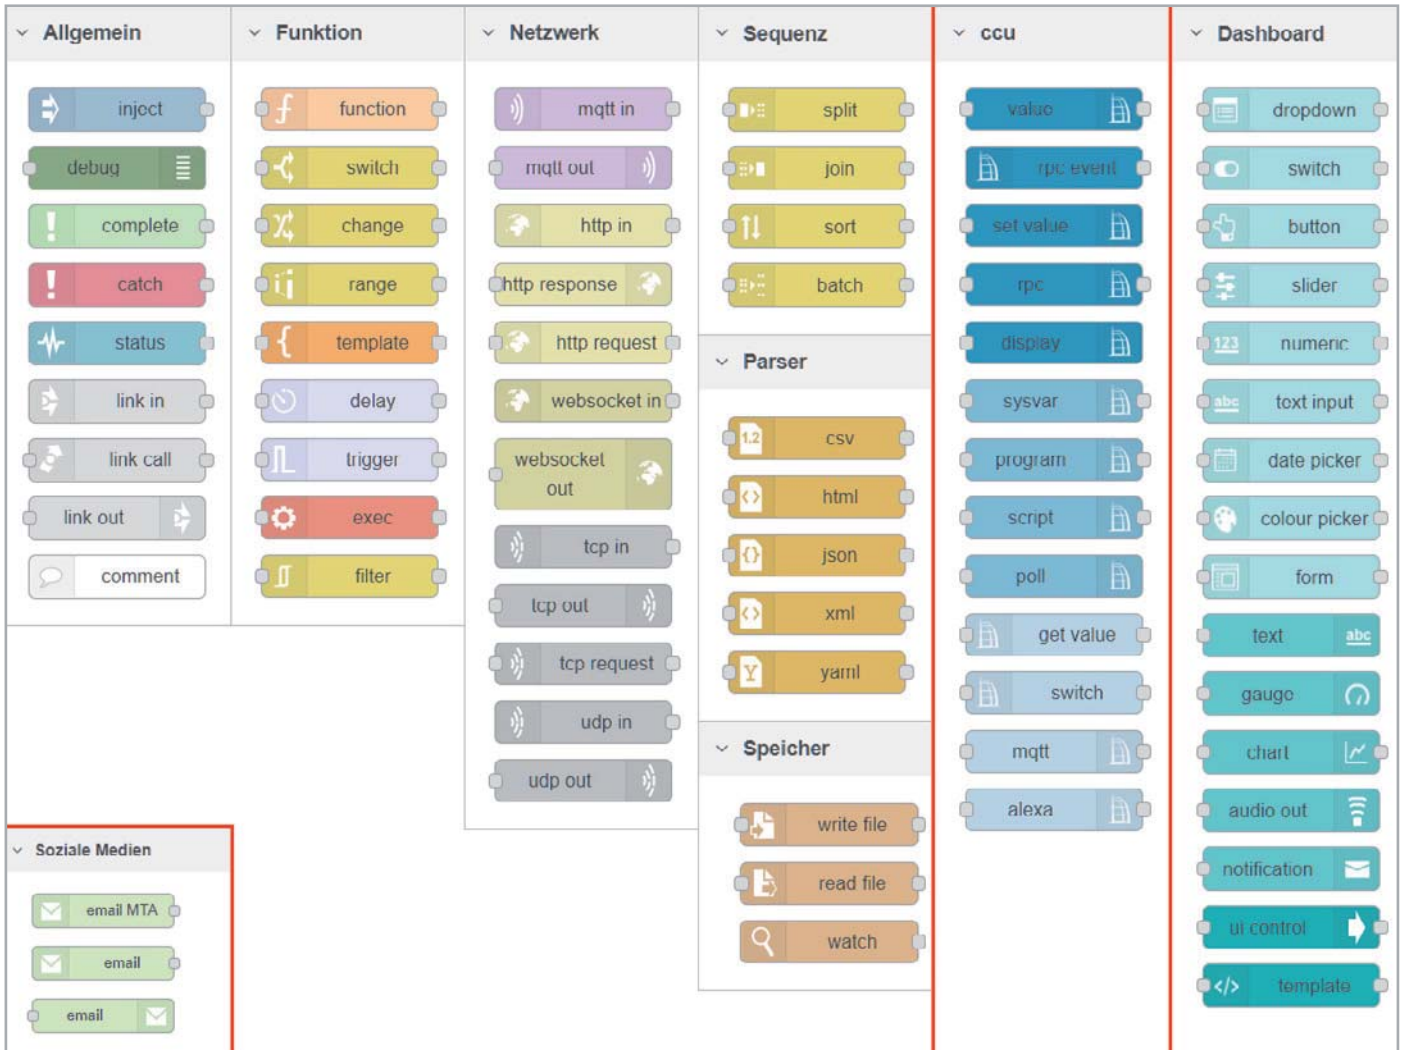
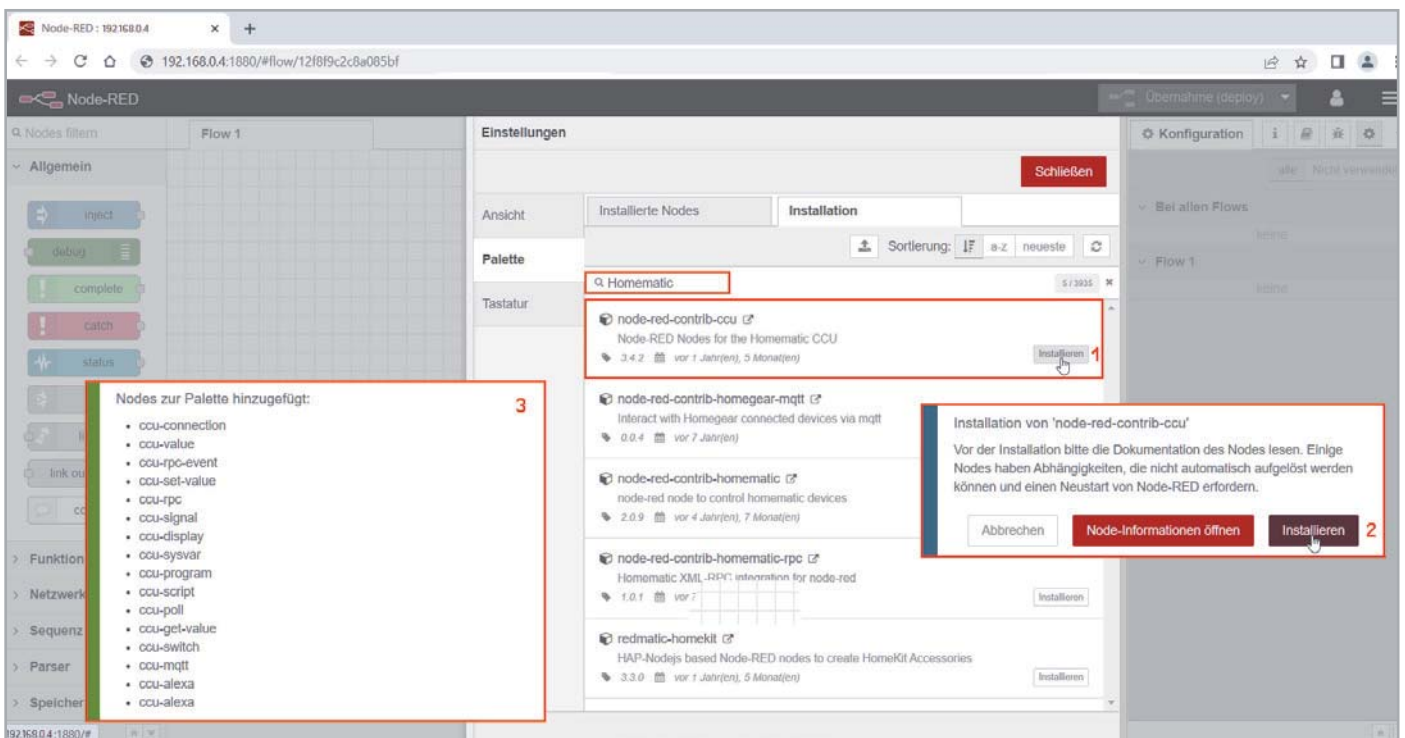

Bild 9: Standard-Nodes, Homematic/Homematic IP Nodes und Dashboard-Nodes in Node-RED
Bild 10: Installation der Homematic Contribution
- 2 Der nach Funktionen/Systemen gegliederten Palette mit den Nodes (Bild 9)
Um unsere Homematic Zentrale CCU3 mit Node-RED zu verbinden, muss zunächst eine Contribution (Palette) für Homematic installiert werden – diese Contribution heißt node-red-contrib-ccu und hat die Versionsnummer 3.4.2 (Bild 10).
Am schnellsten gelingt dies über den Menüpunkt „Palette verwalten“ und über das Suchwort „Homematic“ (Bild 10, 1). Während der Installation (Bild 10, 2) werden mehrere ccu-Nodes zur Palette hinzugefügt (Bild 10, 3) (s. Bild 9, rechts Spalte ccu).
Über die Nodes in der Dashboard-Palette (Bild 9, rechte Spalte Dashboard) können Sie in Ihren Flows entsprechende Dashboard-Elemente mit Daten versorgen. Die Vorgehensweise ist immer wieder identisch: Nodes zu einem Flow hinzufügen, die Nodes miteinander verbinden, jeden Node einzeln konfigurieren und danach alles deployen. Die Gestaltungsmöglichkeiten sind sehr vielfältig und erfordern etwas Zeit zur Einarbeitung.